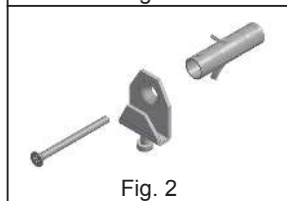

Fig. 2
- a) 2 st. nivellerande krokar som fästs med hjälp av expansionspluggarna som medföljer produkten (Fig.2)
- 7) Häng upp fläktkåpan på fästningssystemet (Fig. 2 och 3) och utför nivelleringen genom att verka på regleringsskruven.